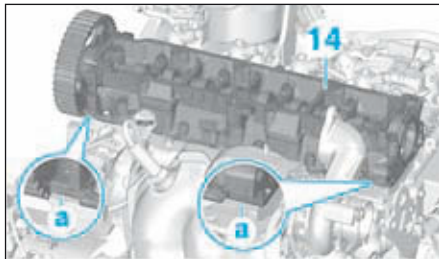

FIG.84
- Décoller le carter paliers d'arbre à cames en prenant appui sur les zone "a" (Fig.84).
- Déposer le carter paliers d'arbre à cames (14).